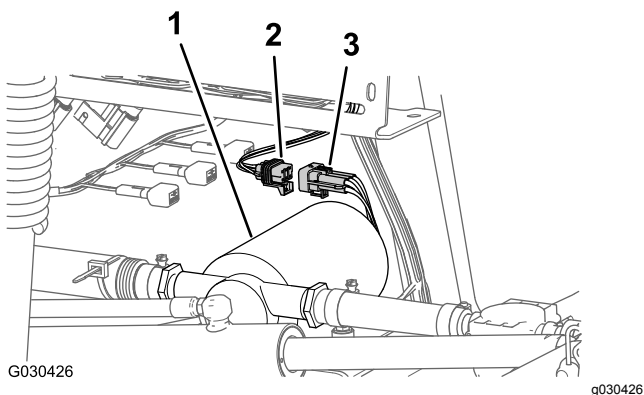

Figura 6
2. Scollegate il connettore a 6 pin del cablaggio della pompa di lavaggio dal connettore a 6 prese del cablaggio principale posteriore (Figura 6).